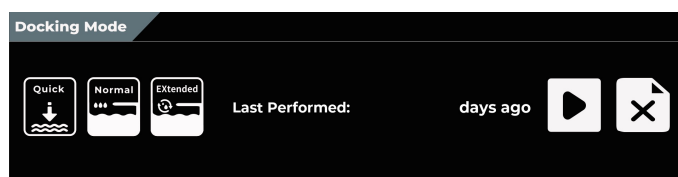

Figure 31 Amarrage initial (affichage de contrôle secondaire)
4. Appuyez sur le bouton ÉJECTER pour retirer le Collecteur Jetable du réceptacle (Figure 31). Maintenez le Collecteur Jetable dans une orientation horizontale.
5. Retirez le Collecteur Jetable avec le tube d'aspiration attaché du réceptacle pour retirer complètement le Collecteur Jetable du rover (Figure 31).
6. En maintenant le Collecteur Jetable dans une orientation horizontale, éliminez correctement le Collecteur Jetable usagé et le tube d'aspiration attaché (Figure 31).